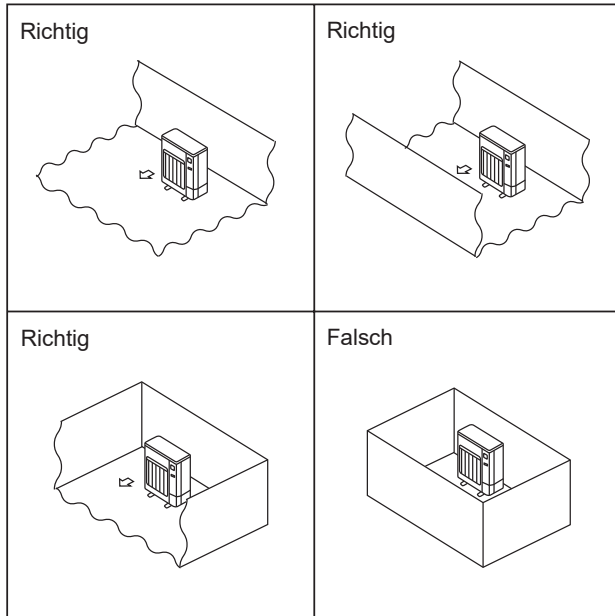

Fig. 2-2
- Ⓞ Installieren Sie Außenanlagen an einem Ort, an dem wenigstens eine der vier Seiten offen ist, und in einem ausreichend großen Raum ohne Senken. (Fig. 2-2)